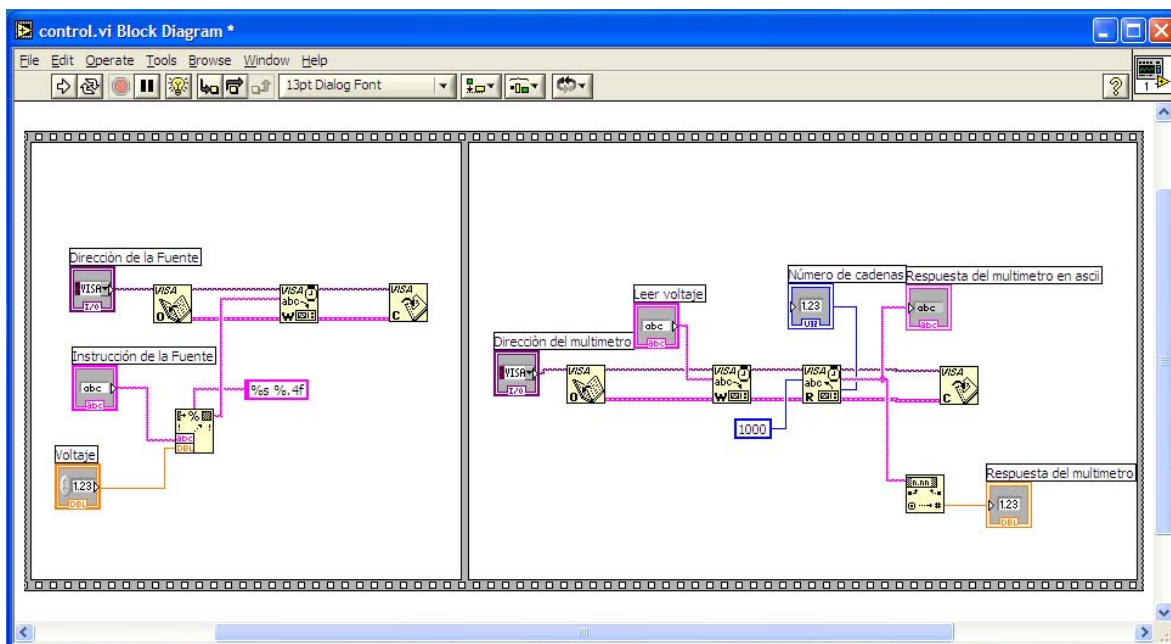

Figura 7.21: Diagrama a bloques del programa LabView para controlar el voltaje.
1. La herramienta Flat Sequence Structure nos sirve para hacer una sucesión de pasos, en este programa primero escribe desde la PC el valor de voltaje a la fuente y después el multímetro lee este valor para enviarlo de regreso a la PC (figura 7.21).